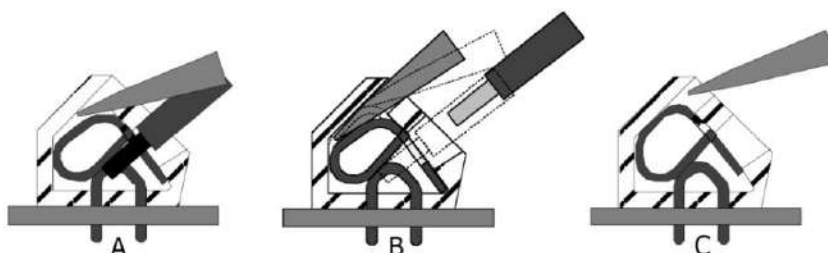

Figura 51 Retiro de conexiones en terminales de resorte sin tornillos
- Coloque un destornillador de tamaño 1 en la abertura superior e insértelo girándolo ligeramente hacia arriba (figura 51 A).
- Luego saque el cable de la abertura inferior (figura 51 B).
- Retirar el destornillador (figura 51 C).